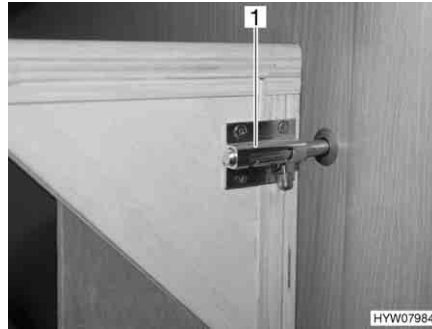

Bild 31 Verriegelung am Lattenrost
- Lattenrost mit dem Riegel (Bild 31,1) an der Möbelwand sichern.
- Riegel (Bild 31,1) zurückziehen.